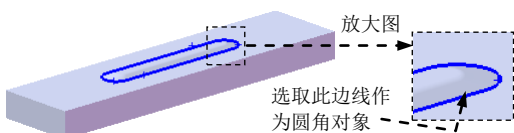

图 17.10.46 定义圆角 2 参照
Step8. 创建圆角 2。要圆角的对象为图 17.10.46 所示的边线，圆角半径值为 5.0。